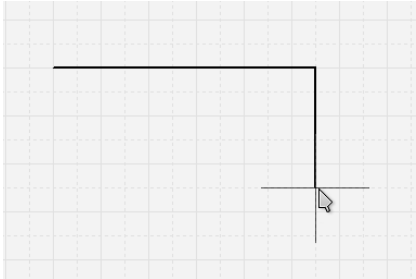
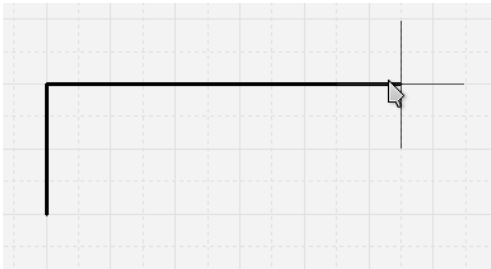

图 4-2-20 按一次【Shift】+【空格】组合键时，直线以终点为端点垂直移动
图 4-2-21 按两次【Shift】+【空格】组合键时，直线以起点为端点垂直移动
(2) 按一次或两次【Shift】+【空格】组合键。在系统默认的情况下，按一次或两次【Shift】+【空格】组合键，则在确定直线的起点后，移动鼠标指针时，直线只能水平或垂直移动。当按一次【Shift】+【空格】组合键时，直线会以终点为端点垂直移动，当按两次【Shift】+【空格】组合键时，直线会以起点为端点垂直移动，分别如图 4-2-20 和图 4-2-21 所示。这种方法适合绘制矩形等规则图形。